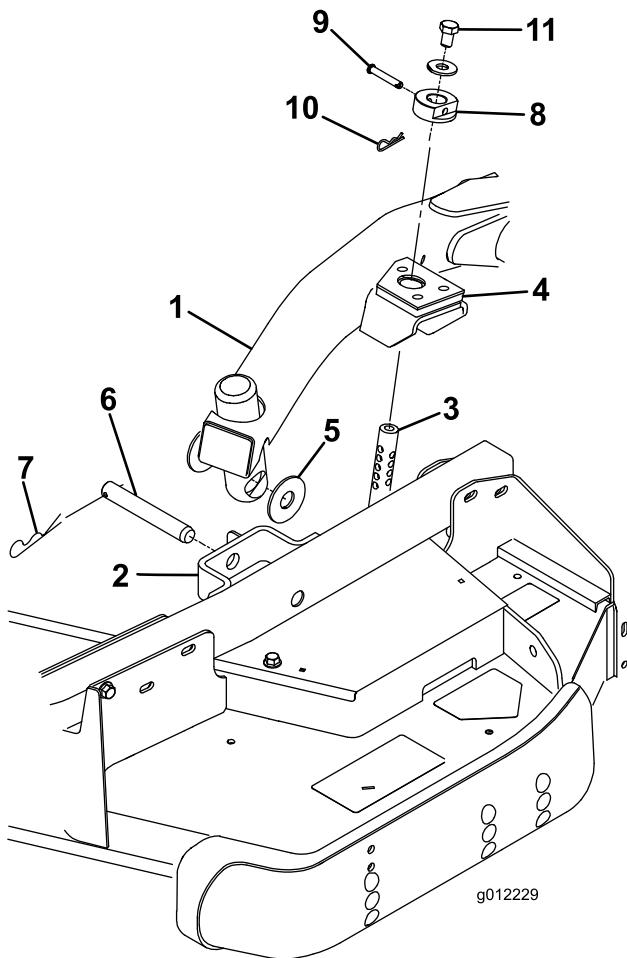

Figure 4
2. Placez le levier de relevage en position de flottement. Poussez un bras de relevage vers le bas jusqu'à ce que ses trous soient alignés sur ceux du support du bras pivotant. Il est alors possible d'introduire la tige de réglage de hauteur de coupe dans les patins du bras de levage (Figure 4).
3. Fixez le bras de relevage au bras pivotant avec 2 rondelles de butée, un axe de chape et une goupille fendue. Placez les rondelles de butée entre le bras de relevage et le support de bras pivotant (Figure 4). Insérez l'extrémité de la goupille fendue dans la fente de la patte du bras pivotant pour retenir la goupille fendue.
7. Montez les bagues de hauteur de coupe sur les tiges de réglage de hauteur de coupe et fixez-les avec les axes de chape et les goupilles fendues (Figure 4). Dirigez la tête de l'axe de chape vers l'avant du plateau si possible.
8. Montez un boulon (1/2 x 3/4 po) et une rondelle au sommet de chaque tige de réglage de hauteur de coupe (Figure 4).